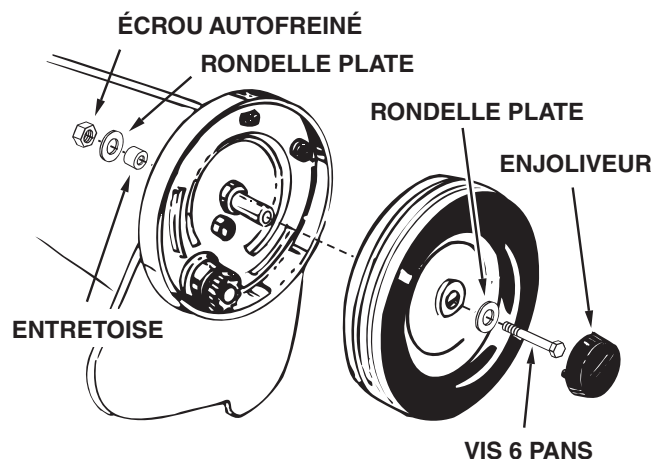

FIGURE 25
3. Tous les deux ans, retirer les roues et nettoyer les engrenages qui se trouvent à l'intérieur du carter des roues. Après avoir nettoyé les roues et les engrenages, les lubrifier en appliquant uniformément une légère couche de graisse. Pour retirer la roue, enlever l'enjoliveur en faisant levier avec un tournevis puis retirer l'écrou autofreiné, la rondelle plate et l'entretoise de l'extrémité de la vis à 6 pans, à l'intérieur de la balayeuse. Voir la figure 25.